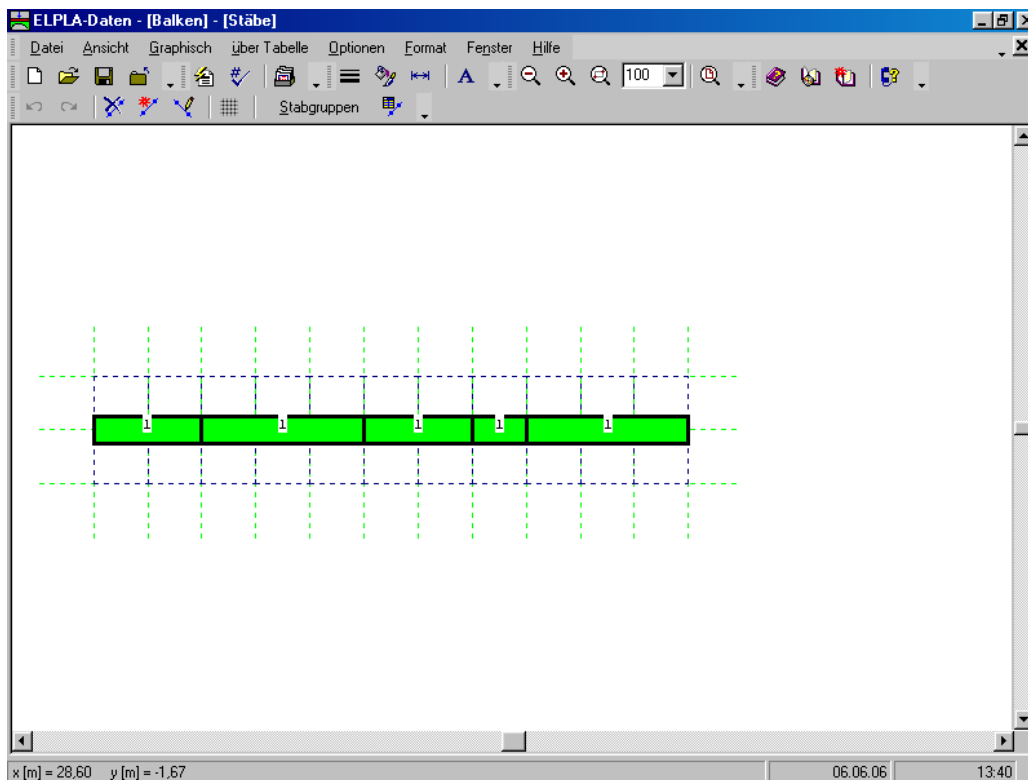

Bild 8-17 Balken auf dem Bildschirm
Wiederholen Sie die vorherigen Schritte, um die übrigen Stäbe im Netz einzufügen. Nach der Definition aller Stäbe sollte der Bildschirm wie das folgende Bild 8-17 aussehen.
- Wählen Sie "Stäbe speichern" aus dem "Datei"-Menü im Bild 8-17, um die Daten der Stäbe zu speichern
- Wählen Sie "Stäbe schließen" aus dem "Datei"-Menü im Bild 8-17, um das eingebettete Programm "Stäbe" zu schließen und zum Hauptfenster des Programms *ELPLA-Daten* zurückzukehren